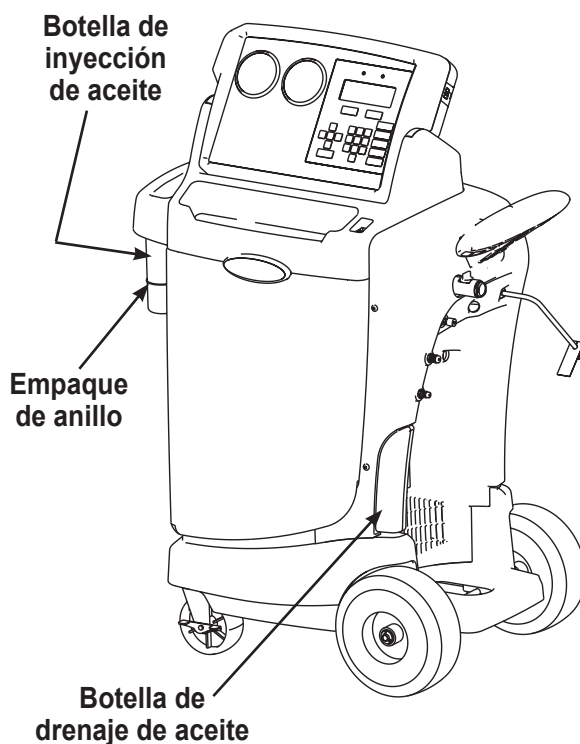

Figura 7
2. Revise la botella de drenaje de aceite para determinar la cantidad de aceite que se eliminó. Consulte la Figura 7.